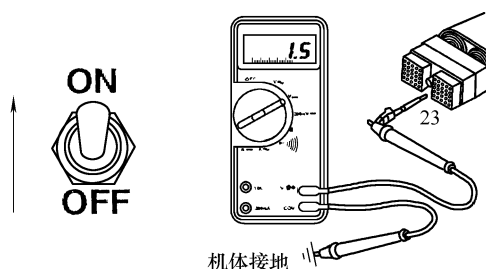

图 5-129 测量触针 23 与接地间的电压
(4) 检查外部电源是否存在短路 打开车辆钥匙开关, 将巡航控制开关打开, 测量 ECM 插头上触针 23 与接地间的电压(图 5-129), 应小于 1.5V。如果电压不正确, 则有外部电源连接到电路或巡航控制开关电路和带电导线之间存在短路, 应进行维修。